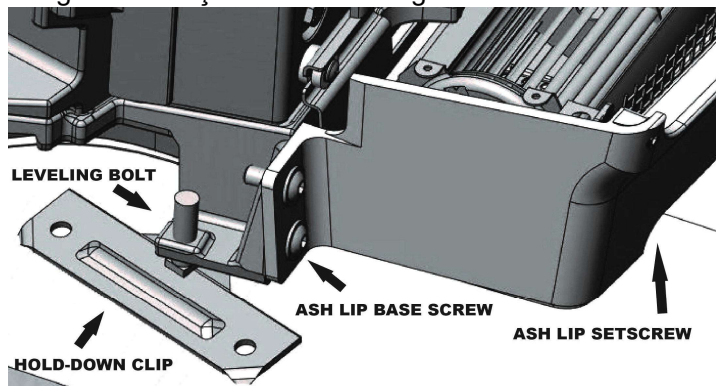

Figure 6 – Détail du clip de montage de la palette (avant gauche illustré - Façade et rebord de cendres retirés)
**Deuxième étape : retirez le Clydesdale de la palette (voir Figure 6).**
**Localisez les quatre clips de montage fixés aux boulons de nivellement (deux à l'avant et deux à l'arrière) qui fixent l'insert à la palette d'expédition. Retirez les tire-fonds et les clips avec une clé 1/2". Les deux clips avant se trouvent sous la façade (voir figure 6). Le retrait de la façade et de la lèvre en frêne facilitera le retrait du clip et la manipulation de l'insert. Lorsque vous travaillez sur ou autour des pièces en émail les manipuler avec précaution.**
Réinstallez le cendrier en inversant l'étape 2 sous-partie 1 (voir figure 6). L'arrière de la lèvre de cendres s'adaptera contre le joint sous la porte. Il s'agit d'un joint pour empêcher les cendres de tomber dans la zone du ventilateur. Soyez prudent avec les pièces en émail. La lèvre de cendre peut être bien ajustée et nécessiter une certaine force vers le bas pour faire tomber l'avant.